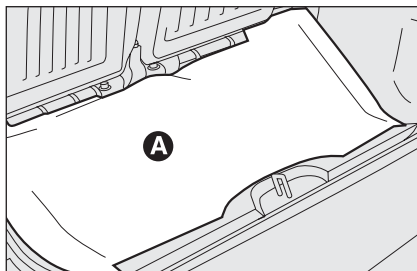

fig. 2
- ☐ soulever le tapis de sol du compartiment bagages **A-fig. 2**;